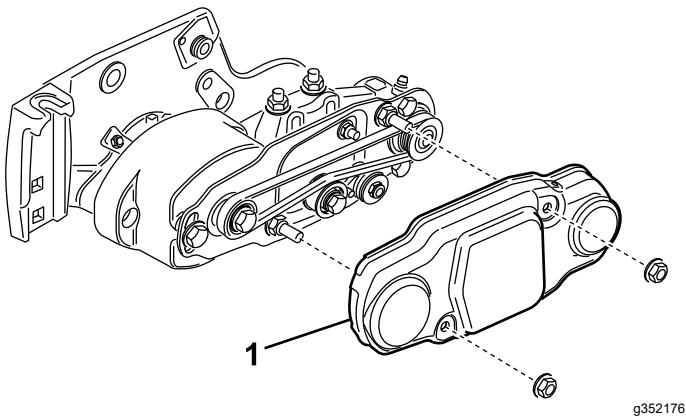

Figura 18
25. Coloque la cubierta de la correa sobre los pernos de montaje y sujetela con 2 tuercas con arandela prensada (Figura 18).